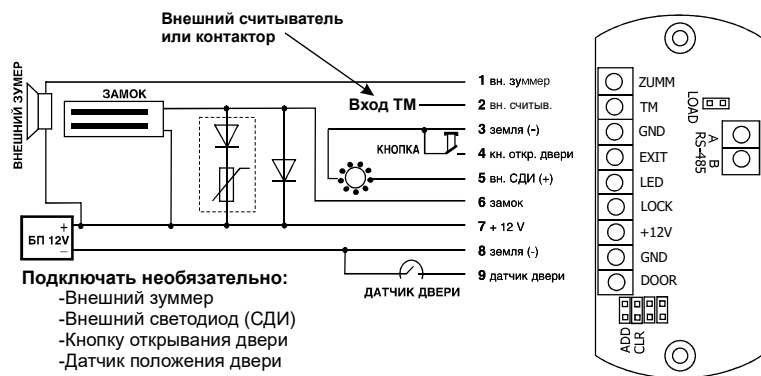

Рис.3 Подключение внешних устройств
- в случае, если замок электромеханический, установите защитный диод (см. Рис.3). Перемычку поставьте в **Положение №1**.
Важно! Электромагнитный замок открывается только после прекращения тока в его катушке, и от скорости падения тока зависит задержка открывания двери. Для уменьшения этой зависимости в контроллер встроена схема гашения тока, которая превращает «лишнюю» энергию в обмотке замка в тепло, что существенно сокращает время срабатывания замка. Однако возможности схемы не безграничны, и при трафике более 25 проходов за 5 минут она может выйти из строя из-за перегрева. Для защиты схемы гашения тока для таких точек прохода необходимо установить шунтирующий диод параллельно обмотке замка. После этого время срабатывания (открывания) электромагнитного замка может возрасти на 1-3 секунды по сравнению с работающей схемой гашения тока. Если такое увеличение времени неприемлемо, то рекомендуется последовательно с диодом установить варистор на напряжение до 14 вольт и рассеиваемой энергией от 0,7 Дж (рекомендуется V8ZA2P) (см. Рис.3).